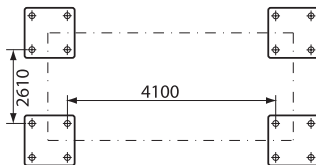

Рисунок 5 - Установочные размеры
1. Установите главную колонну, к которой крепится силовая установка, расположите остальные колонны относительно неё, придерживаясь установочных размеров, (рис.5). Не рекомендуется сразу устанавливать колонны на анкерные крепления, т.к. возможны небольшие отклонения от размеров, которые необходимо скорректировать при сборке.